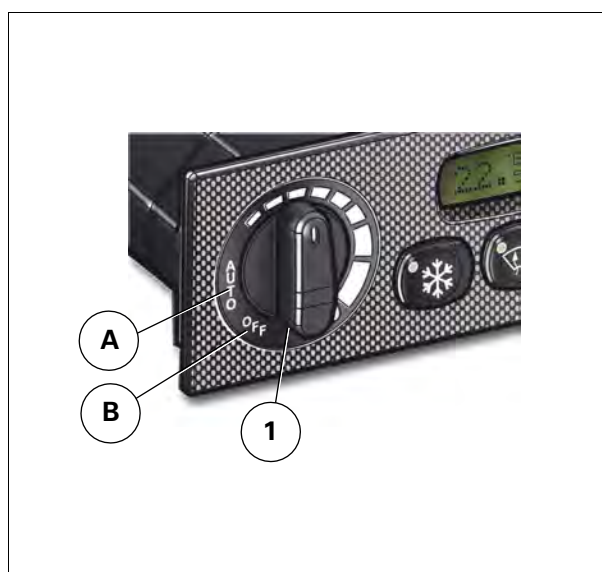

Рис. 33.
**ПРИМЕЧАНИЕ:** При высоких температурах наружного воздуха рекомендуется использовать режим рециркуляции (рукоятка управления (1) в положении автоматического режима рис. 33).